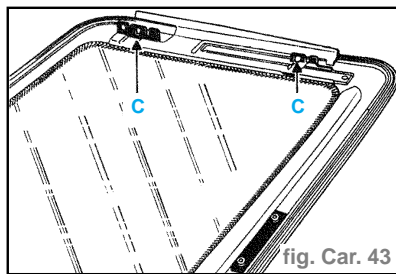

fig. Car. 43
- Les vis de fixation se logent dans les trous (C) (fig. Car. 43).